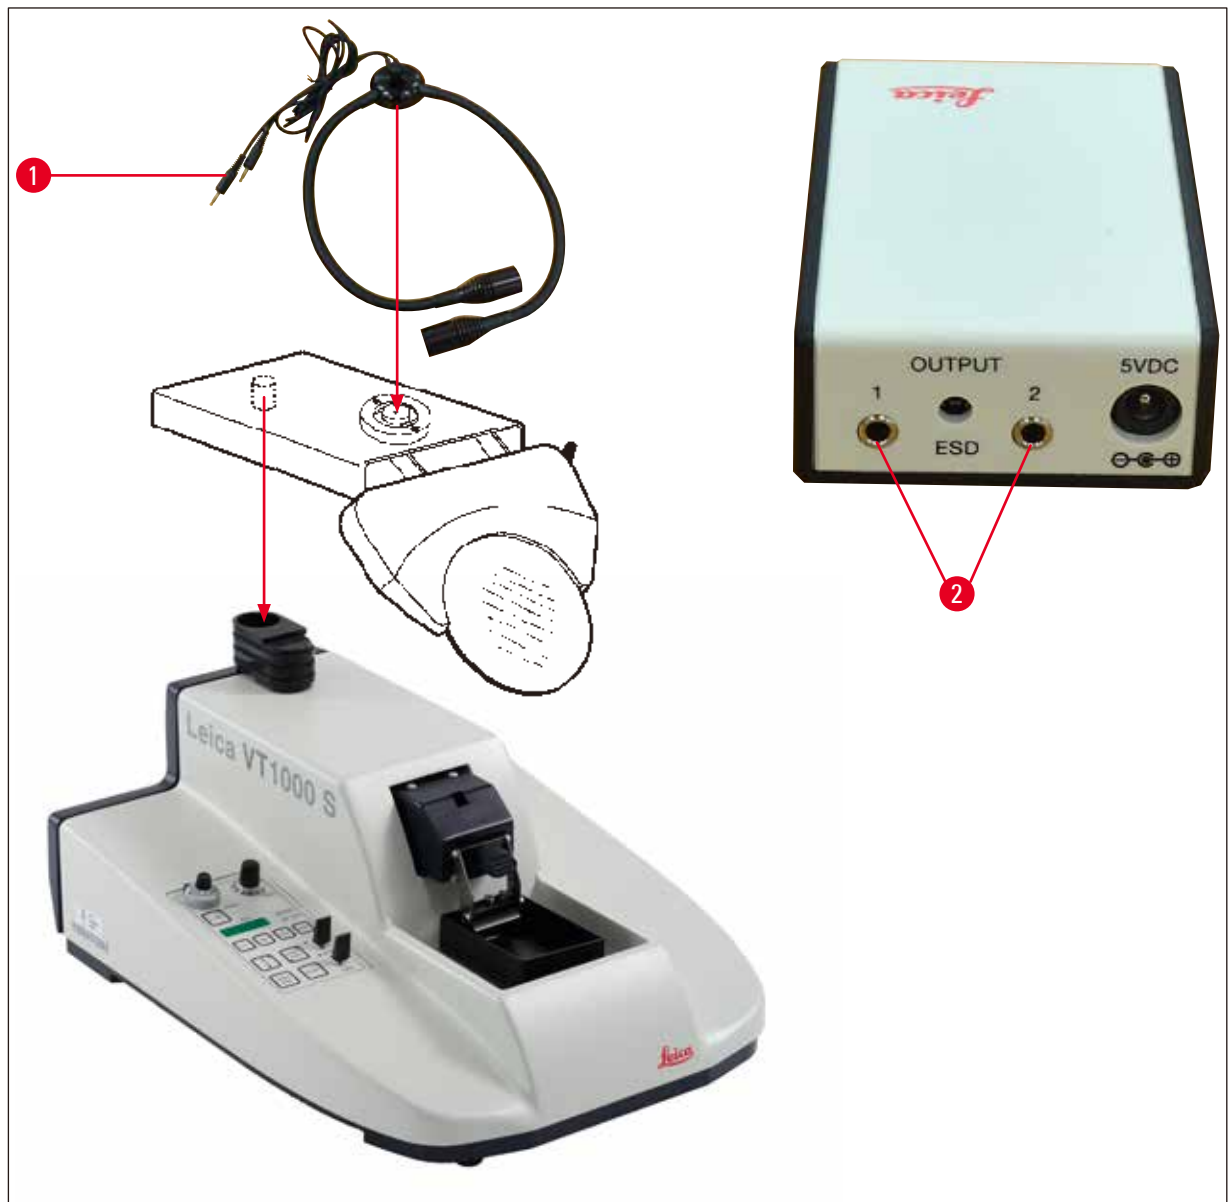

Abb. 9
7. Verbinden Sie den Lupenträger mit dem Modul LED Hi-Power Spots, 2-armig, wie in (→ Abb. 9) dargestellt. Stecken Sie den Stecker (→ Abb. 9-1) des Moduls LED Hi-Power Spots, 2-armig, in die Buchse (→ Abb. 9-2) am Modul Hi-Power Spot, LED 1000.